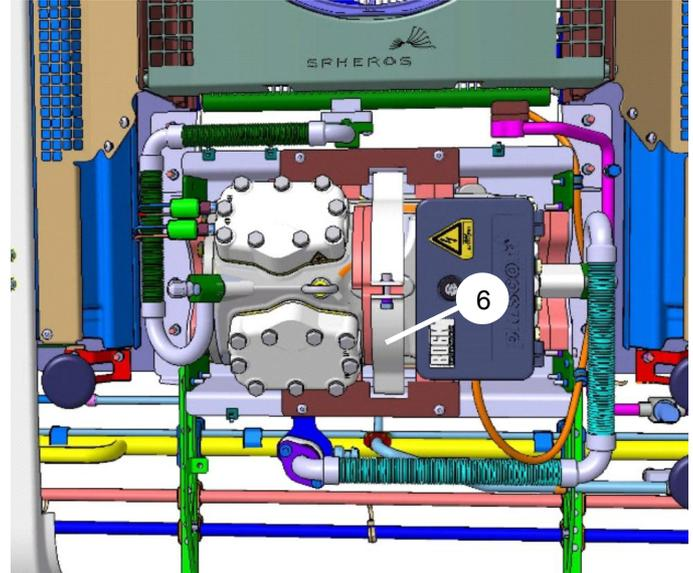

Abb. 813
- Schaumstoff (5, Abb. 812) auf der Oberseite des Verdichters ausrichten und Verdichter mit Haltebügeln (6, Abb. 813) wieder fixieren. Schraube mit Siegelack gegen nicht autorisiertes Öffnen sichern.